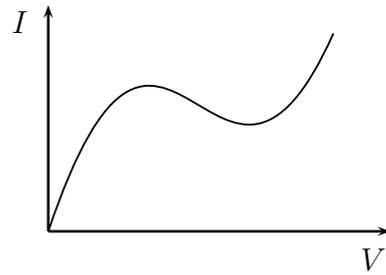

Figura 6.7: Una curva característica arbitraria. (Pregunta 9).
9. Qué aspecto destacaría, preponderantemente, de la curva característica presentada en la figura 6.7?